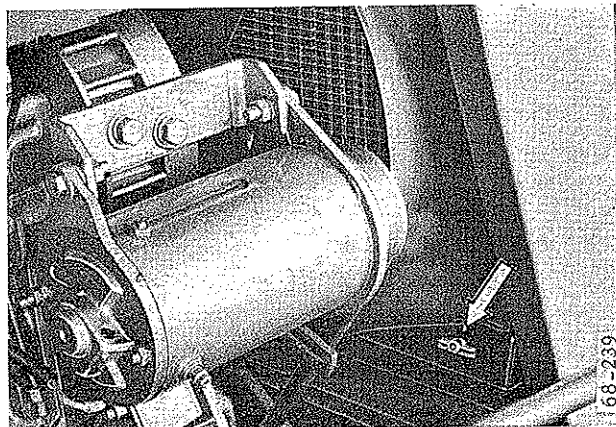

Fig. 46
- le robinet à la base du radiateur, côté droit, fig. 46,